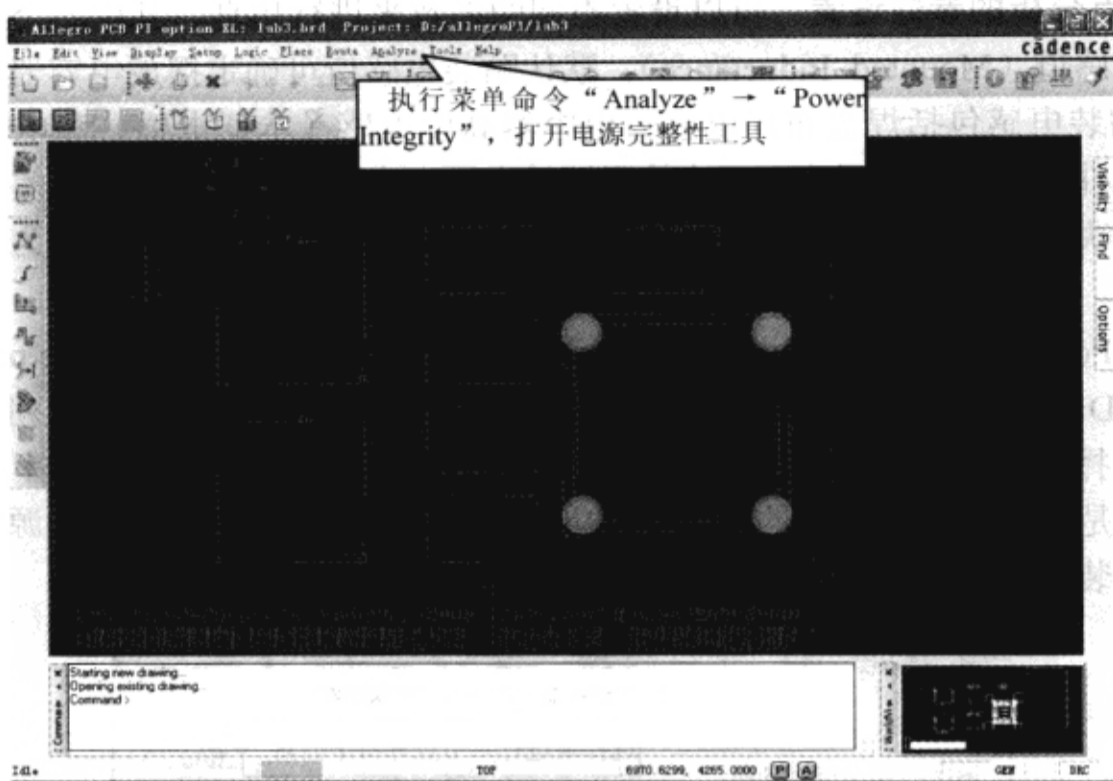

图 9-7-4 PCB 文件
(2) 打开 D:/allegroPI/lab3 文件夹，双击 lab3.brd，会在 Allegro PCB PI option XL 窗口中打开这个 PCB 文件，如图 9-7-4 所示。